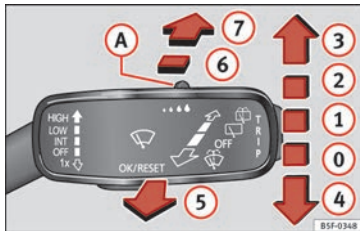

Fig. 130 Palanca del limpiacristales: limpialuneta.
- Presione la palanca hacia delante hasta la posición **6** » **fig. 130**. El limpialuneta debe accionarse en intervalos de 6 segundos.
- Presione la palanca completamente hacia delante hasta la posición **7** » **fig. 130**. El limpiaventana y el lavaluneta funcionan simultáneamente. El lavaluneta seguirá funcionando mientras mantenga la palanca en esta posición.